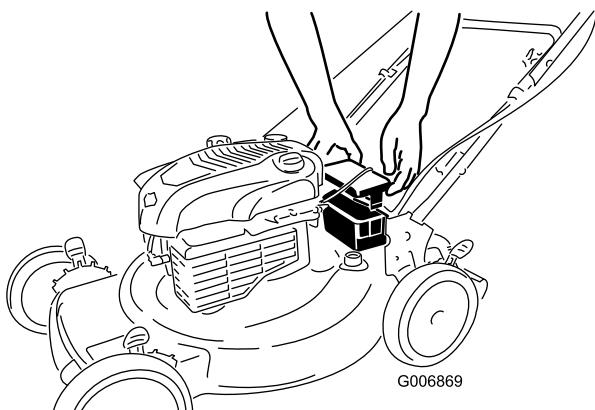

Figure 7
1. Dégarez les deux extrémités du couvercle de la batterie et déposez le couvercle (Figure 7).